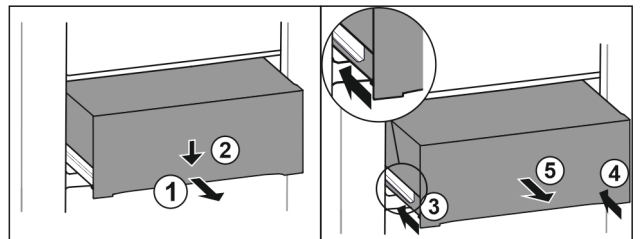

Fig. 87
- ▶ Вытяните выдвижной ящик наполовину. Fig. 87 (1)
- ▶ Вдавите выдвижной ящик в передней части вниз. Fig. 87 (2)
- ▶ Задвиньте левую направляющую прим. на 2 см. Fig. 87 (3)
- ▶ Задвиньте правую направляющую прим. на 2 см. Fig. 87 (4)
- ▶ Извлеките выдвижной ящик движением вперед. Fig. 87 (5)